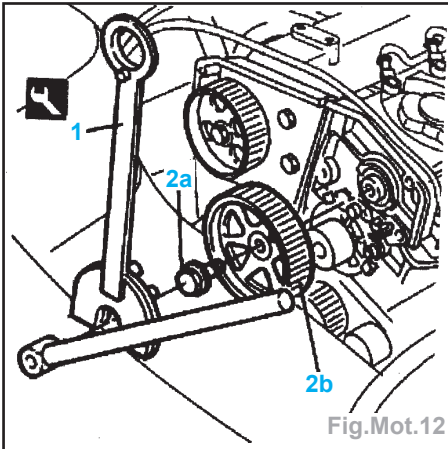

Fig.Mot.12
- le capteur d'angle de cames (Fig.Mot.12),